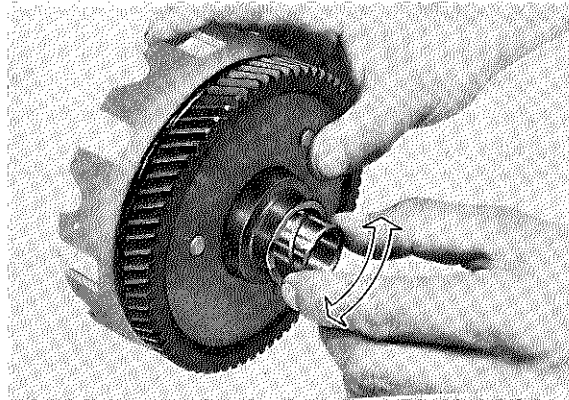

Fig. 3-3-23
Apply a light film of oil on the bushing surface and spacer. Fit the spacer into the bushing. It should be a smooth, thumb-press fit. The spacer should rotate smoothly within the bushing. If appropriate measuring devices are available measure the minimum I.D. of the clutch housing bushing and the maximum O.D. of the bushing spacer. (Fig. 3-3-23).
Appliquer une légère couche d'huile dans le trou de cloche d'embrayage et sur la bague, et introduire cette dernière dans le trou en la pressant avec le pouce. La bague doit pouvoir tourner facilement dans la cloche, mais sans jeu (ajustage gras). Si on dispose des appareils de mesure appropriés, mesurer le diamètre intérieur minimum du trou de cloche d'embrayage, et le diamètre extérieur maximum de la bague d'espacement (Fig. 3-3-23).
4. Kupplungsgehäuse (kombiniert mit Primärabtriebsrad) und Abstandshülse gründlich reinigen. Buchsenoberfläche und Abstandshülse mit einem leichten Ölfilm versehen. Abstandshülse in die Buchse einfügen; sie muß sich leicht einschieben und in der Buchse drehen lassen, darf aber kein Spiel haben. Wenn geeignete Meßwerkzeuge zur Verfügung stehen, sind der kleinste Innendurchmesser der Kupplungsgehäusebuchse und der größte Außendurchmesser der Abstandshülse zu bestimmen. (Fig. 3-3-23)